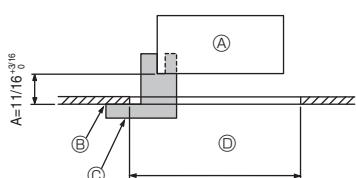

Fig. 6-2
①	Grille	1	950 × 950 (mm), 37-13/32 × 37-13/32 (pouces)
②	Jauge	1	Divisée en quatre parties
③	Vis (4 × 16)	1	Pour PLFY-EP-NEMU-E(1)
④	Panneau en coin 3D i-see Sensor	1	Pour PLFY-EP-NEMU-E(1)
6.2. Préparation avant d'attacher la grille (Fig. 6-2)
- A l'aide de la jauge ② fournie avec ce kit, régler et vérifier la position de l'appareil par rapport au plafond. Si l'appareil n'est pas correctement positionné, il y aura des risques de fuites d'air et de la condensation pourrait s'accumuler.